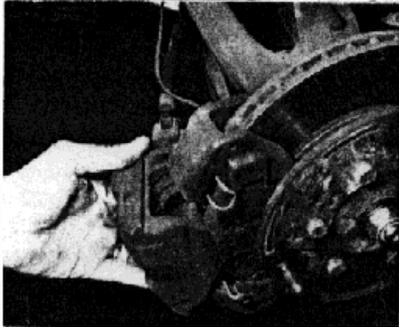

Fig 5: Dépose de l'étrier.
- Extraire l'étrier avec ou son ressort à lame (voir figure 5)